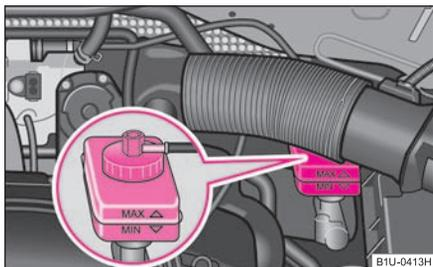

Fig. 155 Compartiment moteur: Réservoir de liquide de frein
- Contrôlez le niveau de liquide de frein dans le réservoir ⇒ fig. 155. Celui-ci doit arriver entre les marques « MIN » et « MAX ».